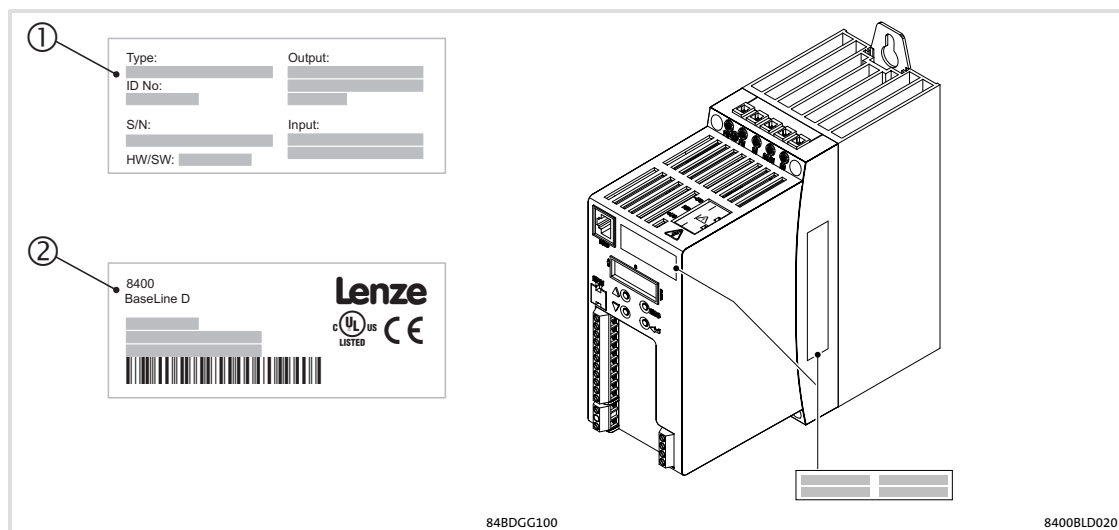

Fig.3-2 Ubicación de las placas de características
Las indicaciones de tipo utilizadas en este manual se refieren a la placa de características ①, que se encuentra en la cara frontal del convertidor, así como a la placa de características ②, en el lateral del convertidor (Fig.3-2).